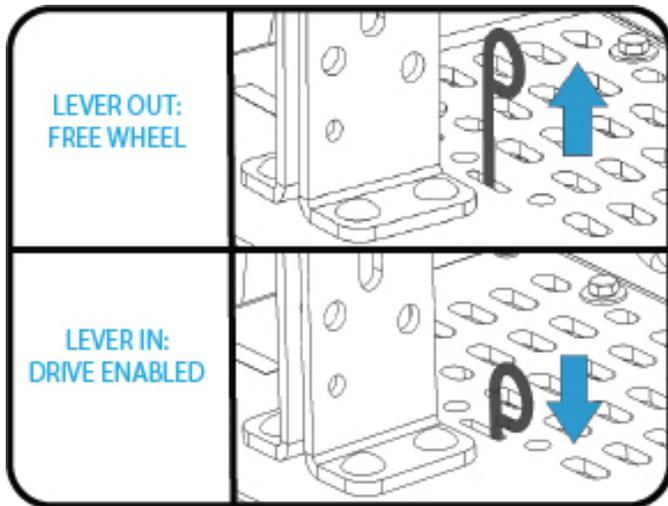

Abb. 6
**Freilaufhebel:** Dieser Hebel befindet sich oben am Gerät neben der Höheneinstellung. Den Hebel herausziehen, um den Freilaufmodus einzustellen. Den Hebel hineindrücken, um den Antrieb zu aktivieren. (Siehe Abb. 6.)